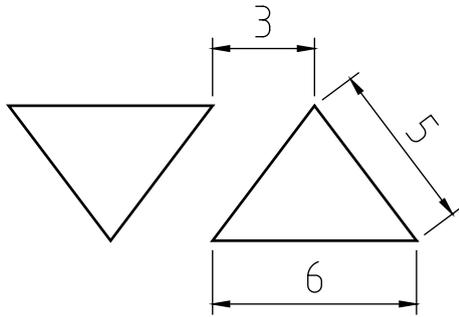

图3-96 绘制多段线
- 01 新建空白文件。调用PL【多段线】命令，结合【极轴追踪】和【对象捕捉】功能，绘制多段线，如图3-96所示。